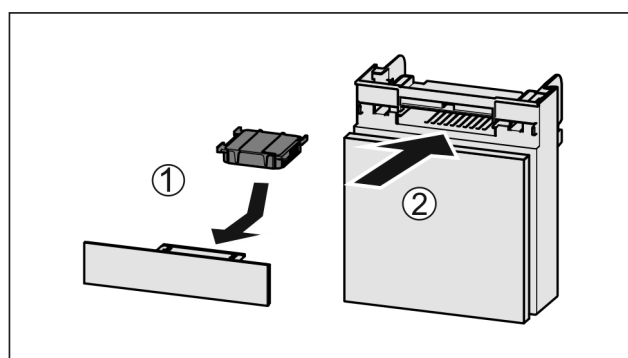

Fig. 146
- Insérer le filtre à charbon actif d'après le schéma Fig. 146 (1).
- Insérer le compartiment Fig. 146 (2).